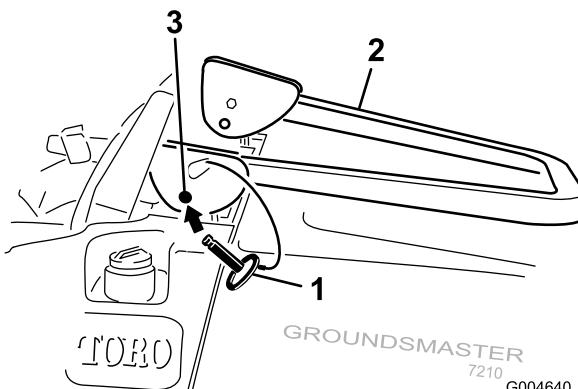

Figura 12
2. Baje la barra anti-vuelco (Figura 12).